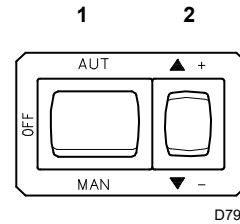
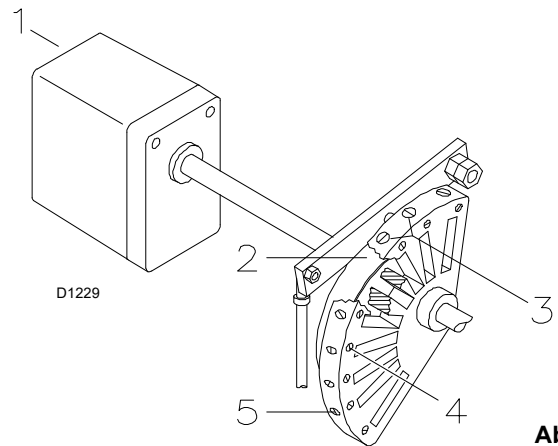

Abb. 27
Abb. 30
- Den Brenner durch Schließen der Fernsteuerungen und bei Schalter 1)(Abb. 27 auf Seite 24) auf „MAN“ starten. Nach dem Starten des Brenners die Drehrichtung des Gebläserads über das Sichtfenster 25) überprüfen.
- Die Pumpe ist eingeschaltet, wenn aus der Schraube 3) Heizöl austritt. Stoppen des Brenners: Den Schalter 1)(Abb. 27 auf Seite 24) auf „OFF“ stellen und die Schraube 3) einschrauben.
Die Fernsteuerungen schließen und den Schalter 1)(Abb. 27) auf „MAN“ stellen.
Nach erfolgter Zündung den Brenner vollständig einstellen. Den Schalter 1)(Abb. 27) auf die Position „EINGESCHALTET“ stellen.
In der vorstehenden Beschreibung wurde der Brenner nicht abgeschaltet und bei MIN. Leistung betrieben. Drücken Sie nun die Taste 2)(Abb. 27) „+“ und halten Sie die Taste gedrückt, bis der Stellantrieb 130° erreicht hat.
Das Endprofil des Nockens 2)(Abb. 30) durch Drehen der Schrauben 5) schrittweise ändern.
Drücken Sie die Taste 2)(Seite 24) „Verringern der Leistung“ und halten Sie sie gedrückt, bis der Stellantrieb (Abb. 27) 20° (werkseitige Einstellung) erreicht hat.
Das Ausgangsprofil des Nockens 2)(Abb. 30) durch Drehen der Schrauben 3) schrittweise ändern.
Die Taste 2)(Abb. 27 auf Seite 24) „Erhöhen der Leistung“ etwas drücken, sodass der Stellantrieb sich um 15° dreht. Die Schrauben so lange regulieren, bis die optimale Verbrennung erreicht ist. In der gleichen Weise mit den nächsten Schrauben verfahren.
Schalten Sie den Brenner durch Betätigen des Schalters 1)(Abb. 27 auf Seite 24), Position OFF, aus und lösen Sie den Nocken 2)(Abb. 30) vom Stellantrieb, indem Sie die Taste 3)(Abb. 31) drücken und nach rechts schieben. Überprüfen Sie dann mehrmals, ob die Bewegung weich und ohne Klemmungen erfolgt, indem Sie den Nocken 2) von Hand vor- und rückwärts drehen.
Nach erfolgter Einstellung diese durch Betätigen der Schrauben 4)(Abb. 30) fixieren.